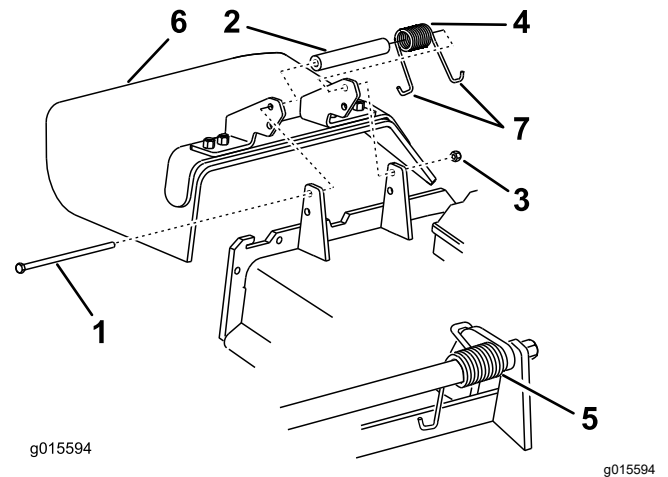

Figura 89
1. Retire la contratuerca, el perno, el muelle y el espaciador que sujetan el deflector a los soportes de pivote (Figura 89).
2. Retire el deflector de hierba dañado o desgastado (Figura 89).
- Nota:** Asegúrese de colocar un extremo con gancho en J del muelle detrás del reborde de la carcasa antes de instalar el perno, según se muestra en Figura 89.
6. Coloque 1 extremo en J del muelle alrededor del deflector de hierba (Figura 89).